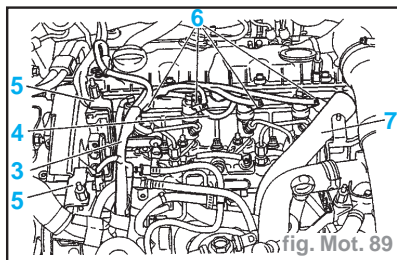

fig. Mot. 89
- les connecteurs (6) (fig. Mot. 89)
- le support (5) (fig. Mot. 89)
- la durite (4)
- le faisceau (3)
- la durite (7)
- les connecteurs (6)